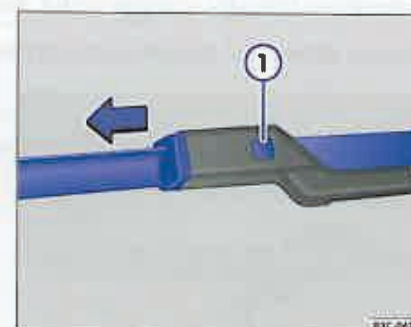

Fig. 12 Înlocuirea lamelor ștergătoarelor de parbriz.
- Mențineți tasta de deblocare → fig. 12 ① apăsată și trageți lamela în sensul indicat de săgeată.